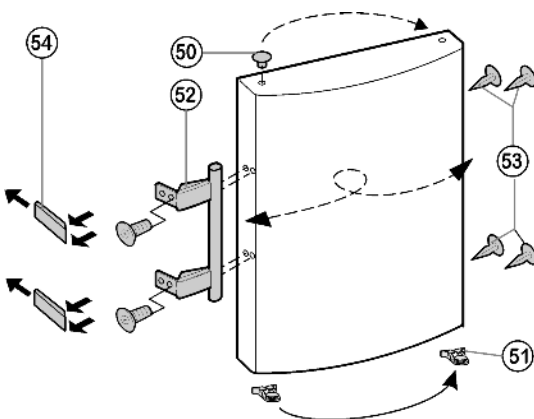

Fig. 14
- ▶ Извлеките пробки Fig. 14 (50) из опорных втулок дверцы и переставьте.
- ▶ Снимите и переставьте на противоположную сторону дверную ручку Fig. 14 (52), пробку Fig. 14 (53) и прижимные пластины Fig. 14 (54).